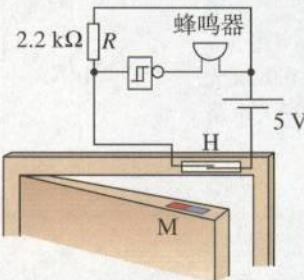

图 6.3-4 防盗报警电路
- 图 6.3-4 是一个简单的磁控防盗报警装置。门的上沿嵌入一小块永磁体 M，门框内与 M 相对的位置嵌入干簧管 H，并且将干簧管接入图示的电路。睡觉前连接好电路，当盗贼开门时，蜂鸣器就会叫起来。